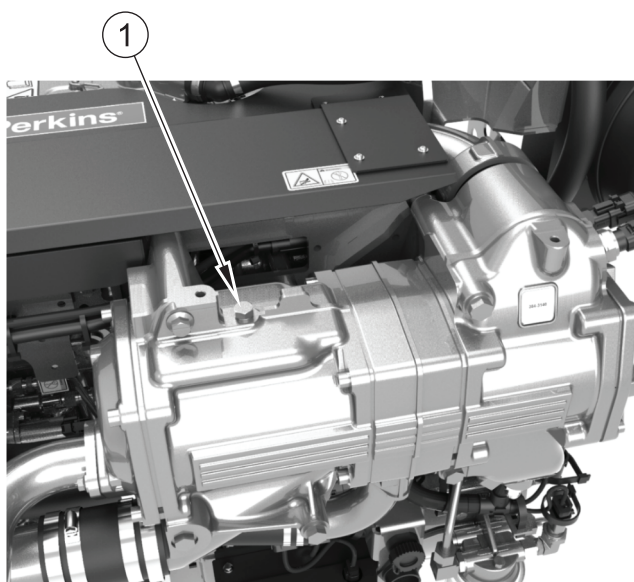

Figura 4
4. Retire el tapón de drenaje (figura 4, elemento 1) de la parte superior del intercambiador de calor.